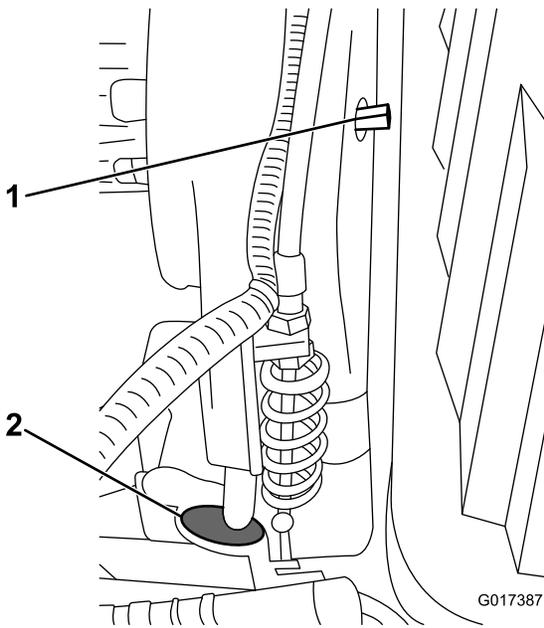
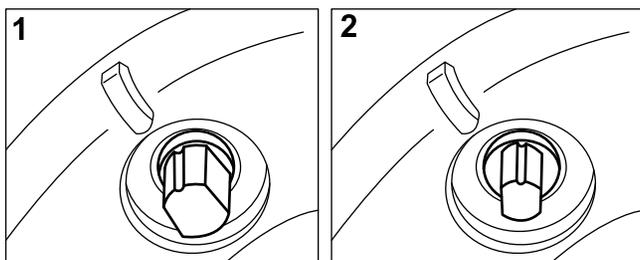

Рисунок 42
Рисунок 43
Если необходим доступ к муфте сцепления барабана, извлеките резиновую заглушку (Рисунок 42) из отверстия в передней части трансмиссии.
Натяжение ремня трансмиссии обеспечивается подпружиненным натяжным роликом. Если необходимо приложить или снять натяжение ремня, используйте ключ на 3/8 дюйма, чтобы повернуть вал включения/выключения (Рисунок 42) в требуемое положение. При повороте вала на 1/4 оборота (90°) по часовой стрелке натяжной шкив отходит от ремня (Рисунок 43).
**Примечание:** Уберите резиновую заглушку (Рисунок 42) из отверстия в передней части трансмиссии, чтобы осмотреть сцепление барабана.